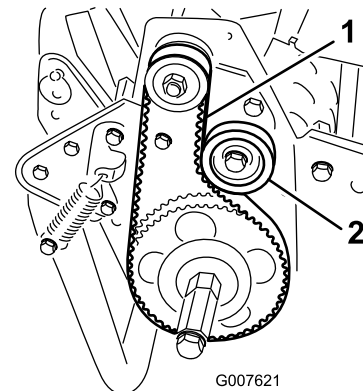

Bild 37
2. Prüfen Sie die Spannung. Bringen Sie hierfür eine Kraft von 18 bis 22 N in der Mitte des Riemens zwischen den Riemscheiben an (Bild 37). Der Riemen muss sich 6 mm durchbiegen lassen.
- A. Losen Sie die Befestigungsmutter der Spannscheibe und drehen Sie die Spannscheibe nach rechts gegen die R­uckseite des Riemen, bis Sie die gew­unschte Riemen­spannung erzielt haben (Bild 37).